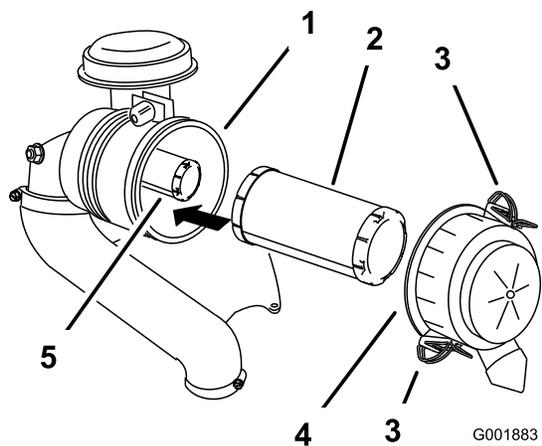

Figura 29
3. Rilasciate i dispositivi di fermo del filtro dell'aria e togliete il coperchio dal corpo del filtro (Figura 29).
5. Estraete con cautela il filtro primario dal corpo del filtro dell'aria (Figura 29).
2. Se sostituite il filtro di sicurezza, fatelo scorrere delicatamente nel corpo del filtro (Figura 29).
3. Montate con cautela il filtro primario sul filtro di sicurezza (Figura 29).
4. Montate il coperchio del filtro dell'aria con il lato contrassegnato **up** (alto) rivolto in alto, quindi fissate i dispositivi di fermo (Figura 29).